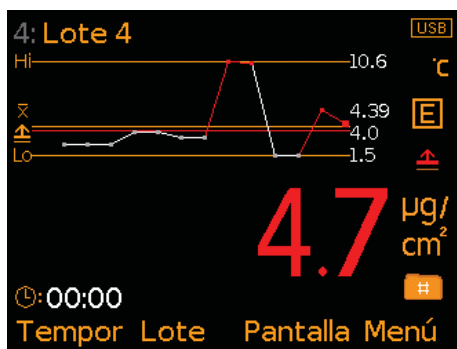

Fig. 3: Lecturas y Gráfico de secuencia
- **Gráfico de secuencia (Fig. 3)**; gráfico lineal de tendencia de las últimas 20 mediciones que se actualiza automáticamente tras cada lectura.